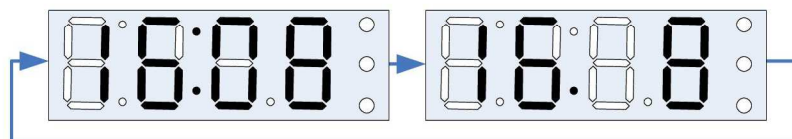

Рис. 36
4.5.5 При этом выбранный разряд, периодически мигает. Для примера на Рис. 36 выбран разряд для корректировки десятков минут (время 16 часов 8 минут).